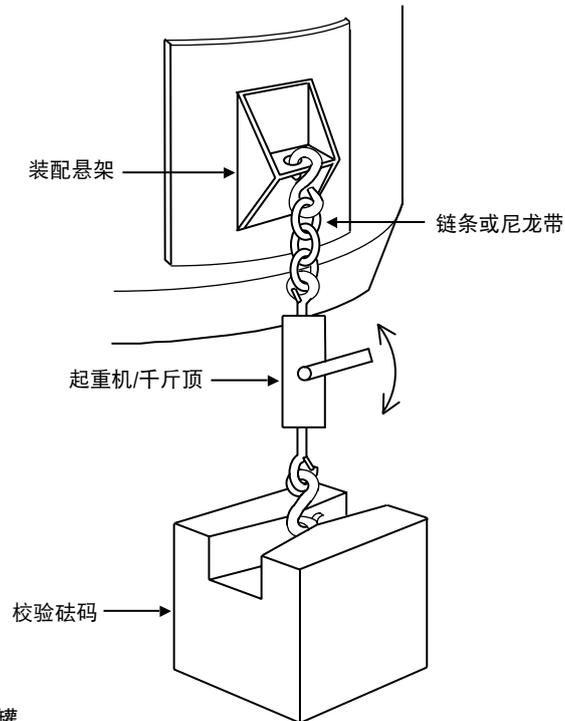

图 22：用悬挂测试砝码校准料罐
- 1. 测试砝码。**使用测验砝码是精确度最高的方法，是校准商业秤（符合交易要求）所必需的。用砝码校准小型秤非常简单，但随着秤量程的增加，校准变得越来越复杂且不实用。由于料罐和容器没有放置砝码的平面，因此必须事先规划加载方法；例如在料罐侧面放置悬挂砝码的悬架，如图 22 所示。